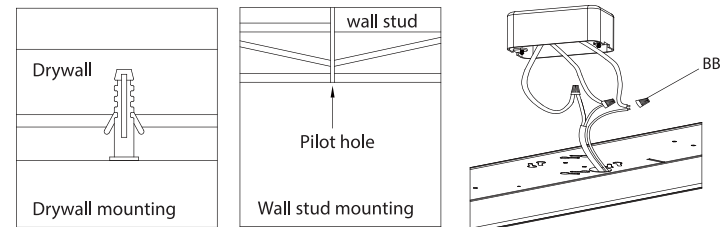

Figure 9
If the mounting holes go through wall studs, drill four small pilot holes using a 5/32" drill bit (not included) for the wood screws (CC). Install the four wood screws (CC) into the mounting surface but leave about a 3/8" gap between the screw head and mounting surface. (Figure 9)
Si les trous de montage traversent des montants muraux, percez quatre petits trous pilotes à l'aide d'un foret de 5/32 po (non fourni) pour les vis à bois (CC). Installez les quatre vis à bois (CC) dans la surface de montage en laissant environ 3/8" d'espace entre la tête de la vis et la surface de montage. (Figure 9)